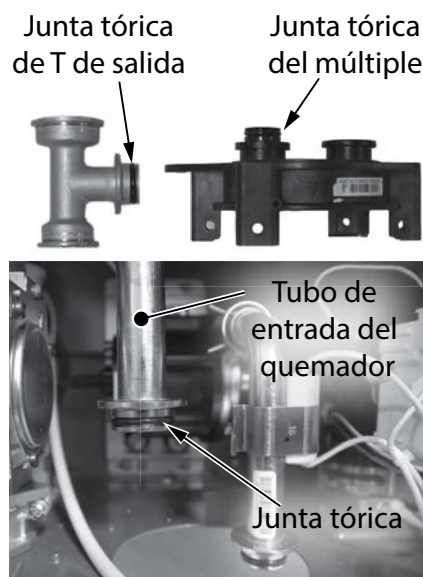

Figura 251 - Reemplace las juntas tóricas.
- 19** Si reemplazará la T de salida, deseche la T de salida antigua y ubique la nueva T de salida incluida en el kit. Instale una (1) junta tórica de 15.5 x 2.5, NBR en la T de salida. Reemplace una (1) junta tórica de 15.5 x 2.5, EPDM en el múltiple del cartucho. Reemplace una (1) junta tórica de 21.8 x 2.4 en el tubo de entrada del quemador. Consulte la Figura 251 en la siguiente página como referencia.